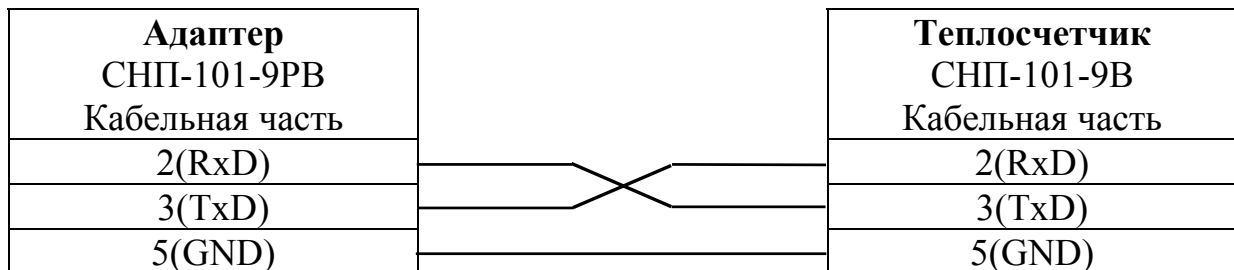

Рис. 1. Схема кабеля связи «ВЗЛЕТ АП» с теплосчетчиками по RS-232.
4.1.4. Адаптер подключается к теплосчетчику по интерфейсу RS-232 кабелем связи, схема которого представлена на рис.1.